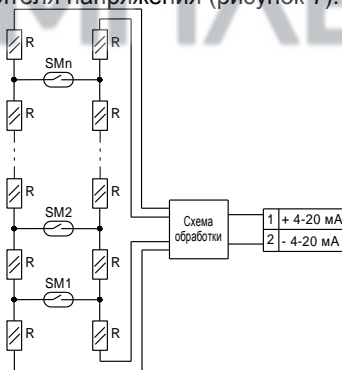

Рисунок 7
2.3.1 Измерение уровня жидкости осуществляется при помощи поплавка со встроенным магнитом, который магнитным полем воздействует на чувствительные элементы – герконы. Непрерывность измерения с шагом 5 мм достигается установкой герконов в ряд с определенным интервалом и соединением их через резисторы R по схеме резистивного делителя напряжения (рисунок 7).